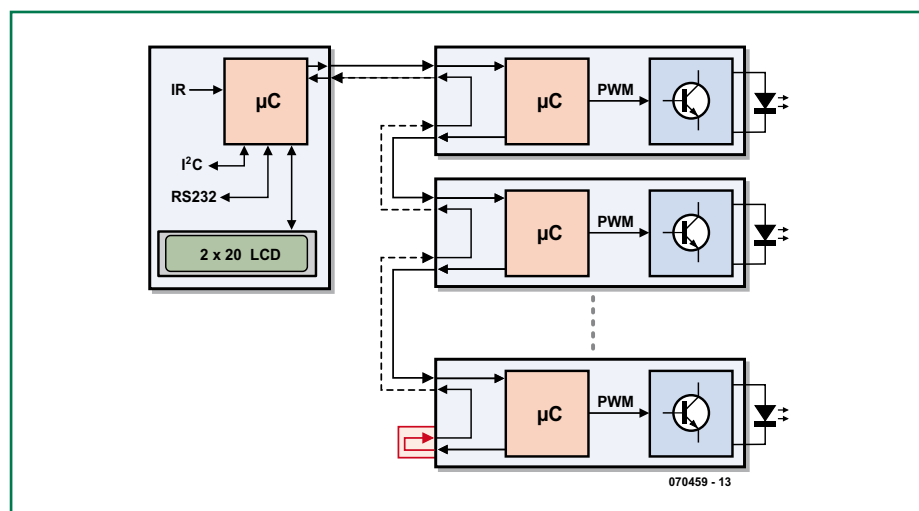

Figure 1. Synoptique d'un système complet. Une triplette de modules de puissance est reliée à une unité centrale.
Le montage comporte deux platines : une unité centrale et un module de puissance (figure 1). Une telle unité
La figure 1 illustre, à titre d'exemple, une unité centrale attaquant une chaîne de 3 modules de puissance. L'unité centrale comporte un registre de décalage en entrée et un autre en sortie, chacun des modules de puissance disposant lui d'un registre à décalage en entrée. En sortie on a transfert du signal en aval, ce qui implique la présence d'une fiche de terminaison de ma-
On voit, dans le bas de la **figure 1**, la transmission d'un octet. Le bit de départ long d'un demi-bit en premier, puis un signal « 0 » de même taille. On a ensuite le bit de commande de la longueur d'un bit suivi des bits 7 à 0. Le bit de commande indique s'il s'agit d'une instruction (1) ou de données (0). En sortie, une instruction est envoyée immédiatement de manière à atteindre tous les modules de puissance quasi-simultanément. Dans le cas de données, on transmet le contenu du registre à décalage interne. On ne procède pas alors à une saisie complète du registre à décalage, mais les données sont retransmises à la sortie immédiatement après le bit de départ. Ceci se traduit par un décalage de la durée d'un bit par module de puissance, situation expliquée dans l'encadré « Bits au détail ».